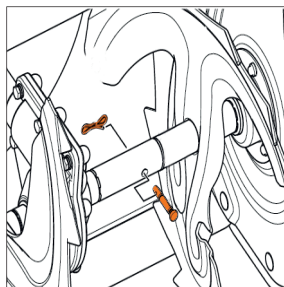

Рис. 27
- В случае с заклинивания шнека ледяным затормозом или посторонним предметом штифты срезаются и шнеки прекращают вращаться, предохраняя редуктор и трансмиссию снегоборщика от поломок. Ежегодно проверяйте срезные штифты и производите их замену в случае необходимости (Рис. 27).